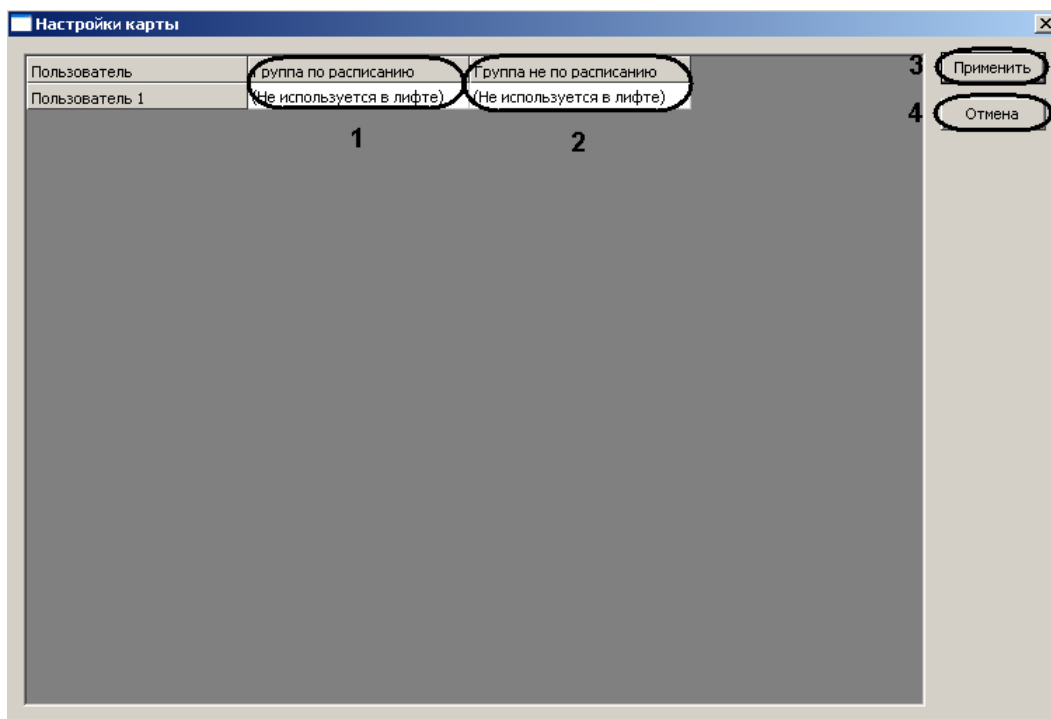

Рис. 3.7—7 Настройка привязанности пользователей к группам лифтов
- Откроется окно **Настройка карты** (Рис. 3.7—7).
8.2 Для каждого пользователя системы выбрать группу по расписанию, к которой он принадлежит (см. Рис. 3.7—7, 1).
8.3 Для каждого пользователя системы выбрать группу не по расписанию, к которой он принадлежит (см. Рис. 3.7—7, 2).